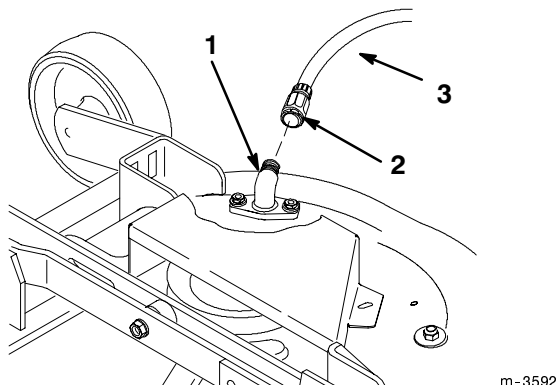

Figure 39
5. Connecter un raccord de tuyau à l'embout de lavage du carter de tondeuse, et ouvrir l'eau en grand (Fig. 39).